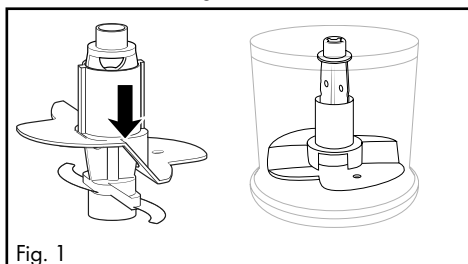

Fig. 1
- Para 100 ml de natas, coloque-o no porta-lâmina **6**, de modo que o disco para emulsionar **11** assente e encaixe nas duas lâminas **8** (fig. 1):